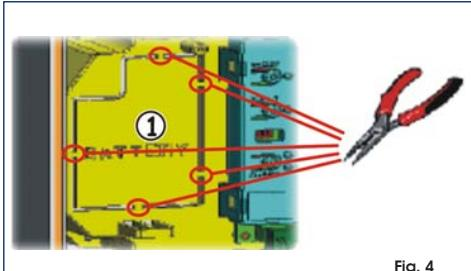

Fig. 4
Tale supporto (rif. ① in Fig. 4) è stato pre-stampato per permettere l'apertura dell'alloggio batteria.